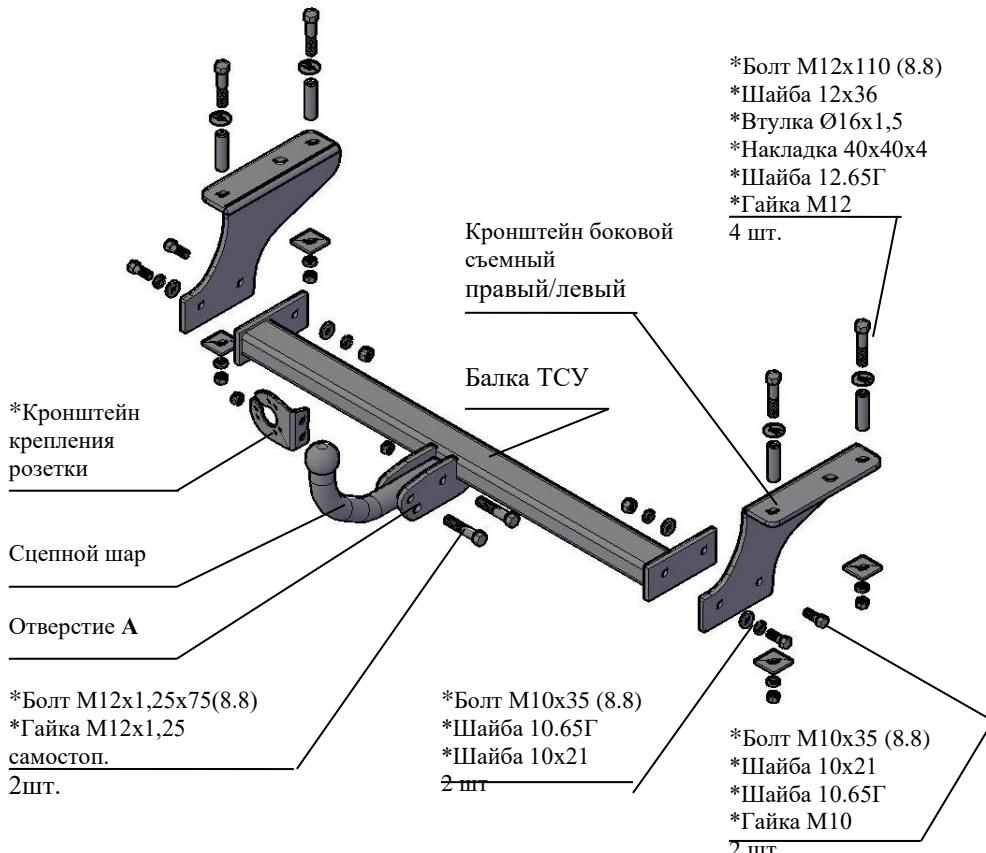

Рис.1 Тягово-сцепное устройство 9470
2.1 ТСУ 9470 в сборе (рис.1)	1 шт.
2.2 Пакет с комплектующими (см. рис.1)	1 шт.
4.3 Установить боковые съемные кронштейны ТСУ (правый и левый соответственно рис.1) к нижним полкам лонжеронов а/м, закрепить болтами M12x110 и гайками M12, (используя втулки и накладки 40x40, как показано на рис.1), под головки болтов подложить шайбы 12x36, под гайки - шайбы 12.65G. Крепеж не затягивать.